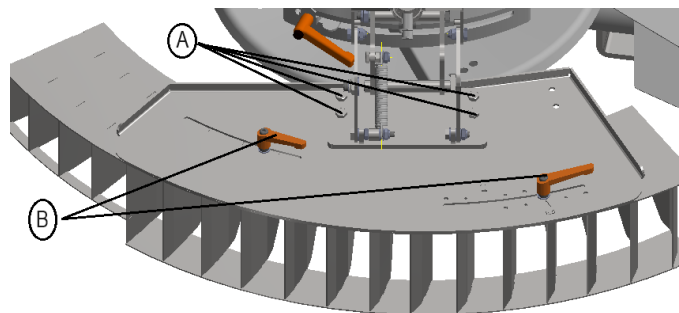

Figura 6.13 – Limitador de bordeo lateral (posición de trabajo)
- Desde el tractor, active el Limitador de borde lateral (*Figura 6.13*);
- Monte el bloque de aletas en la posición indicada (*figura 6.13*), es decir, los 4 tornillos - **A** - en el orificio situado más a la izquierda del bloque;